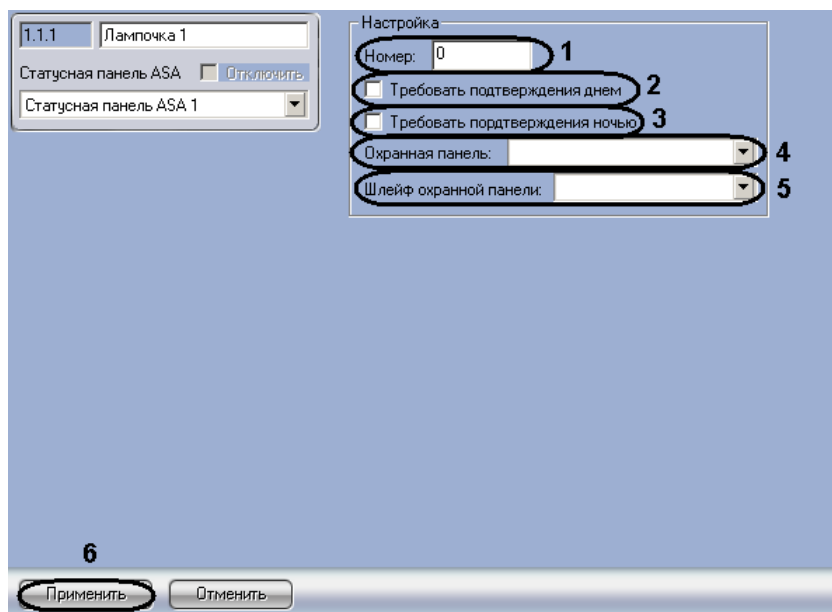

Рис. 3.6-8 Панель настроек объекта Лампочка
1. Перейти на панель настроек объекта **Лампочка** (Рис. 3.6-8).
2. В поле **Номер**: необходимо ввести порядковый номер датчика (см. Рис. 3.6-8, 1).
3. Если требуется днем подтверждать тревогу необходимо установить флажок **Требовать подтверждения днем** (см. Рис. 3.6-8, 2).
4. Если требуется ночью подтверждать тревогу необходимо установить флажок **Требовать подтверждения ночью** (см. Рис. 3.6-8, 3).
5. Выбрать охранную панель, к которой относится данный датчик, из соответствующего раскрывающегося списка (см. Рис. 3.6-8, 4).
6. Выбрать шлейф охранной панели, к которому относится данный датчик, из соответствующего раскрывающегося списка (см. Рис. 3.6-8, 5).